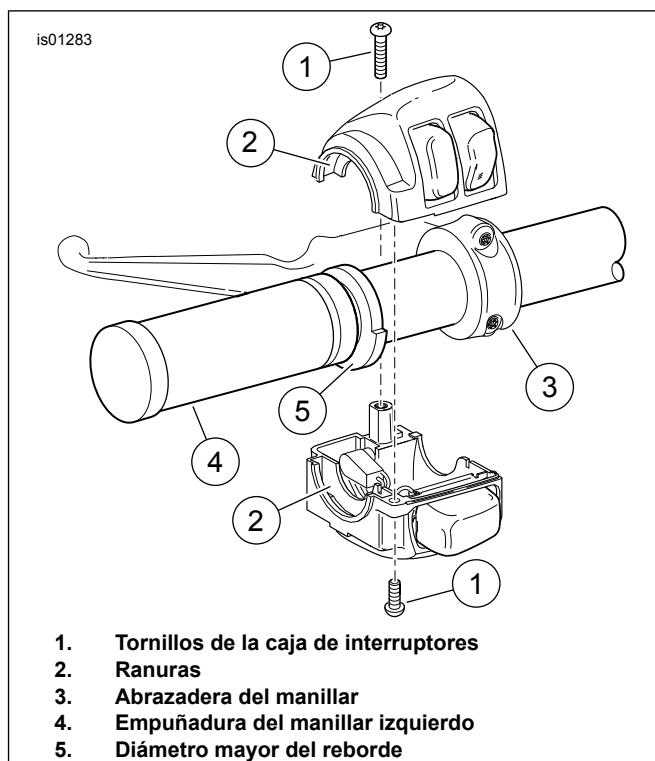

Figura 4. Caja de interruptores del manillar izquierdo
3. Ver Figura 4 . Coloque la empuñadura con calefacción del lado izquierdo (4), de modo que la parte del reborde con diámetro mayor (5) esté hacia abajo. Empuje la empuñadura completamente sobre el manillar.
4. Coloque la caja inferior de interruptores debajo de la empuñadura para que las ranuras (2), en el lado exterior de la caja de interruptores encajen sobre el reborde en el extremo de la empuñadura.
14. Vea la Figura 4, que muestra el montaje similar de los interruptores del lado izquierdo. Coloque la caja inferior de interruptores debajo de la empuñadura para que las ranuras (2), en el lado exterior de la caja de interruptores encajen sobre el reborde en el extremo de la empuñadura.